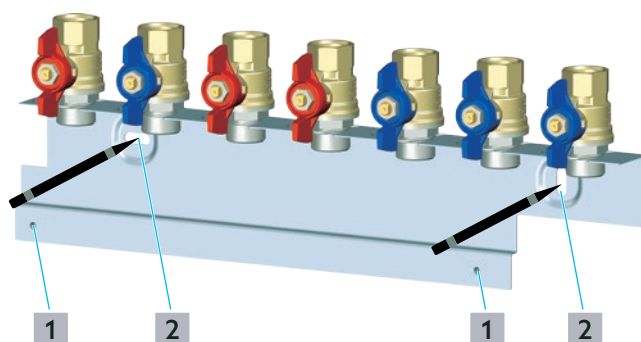

Fig. 6: Montage du jeu de raccordement avec robinets à tournant sphérique
- 5 Visser les boulons filetés dans la tôle de maintien (position 1 sur la Fig. 6 en page 24).